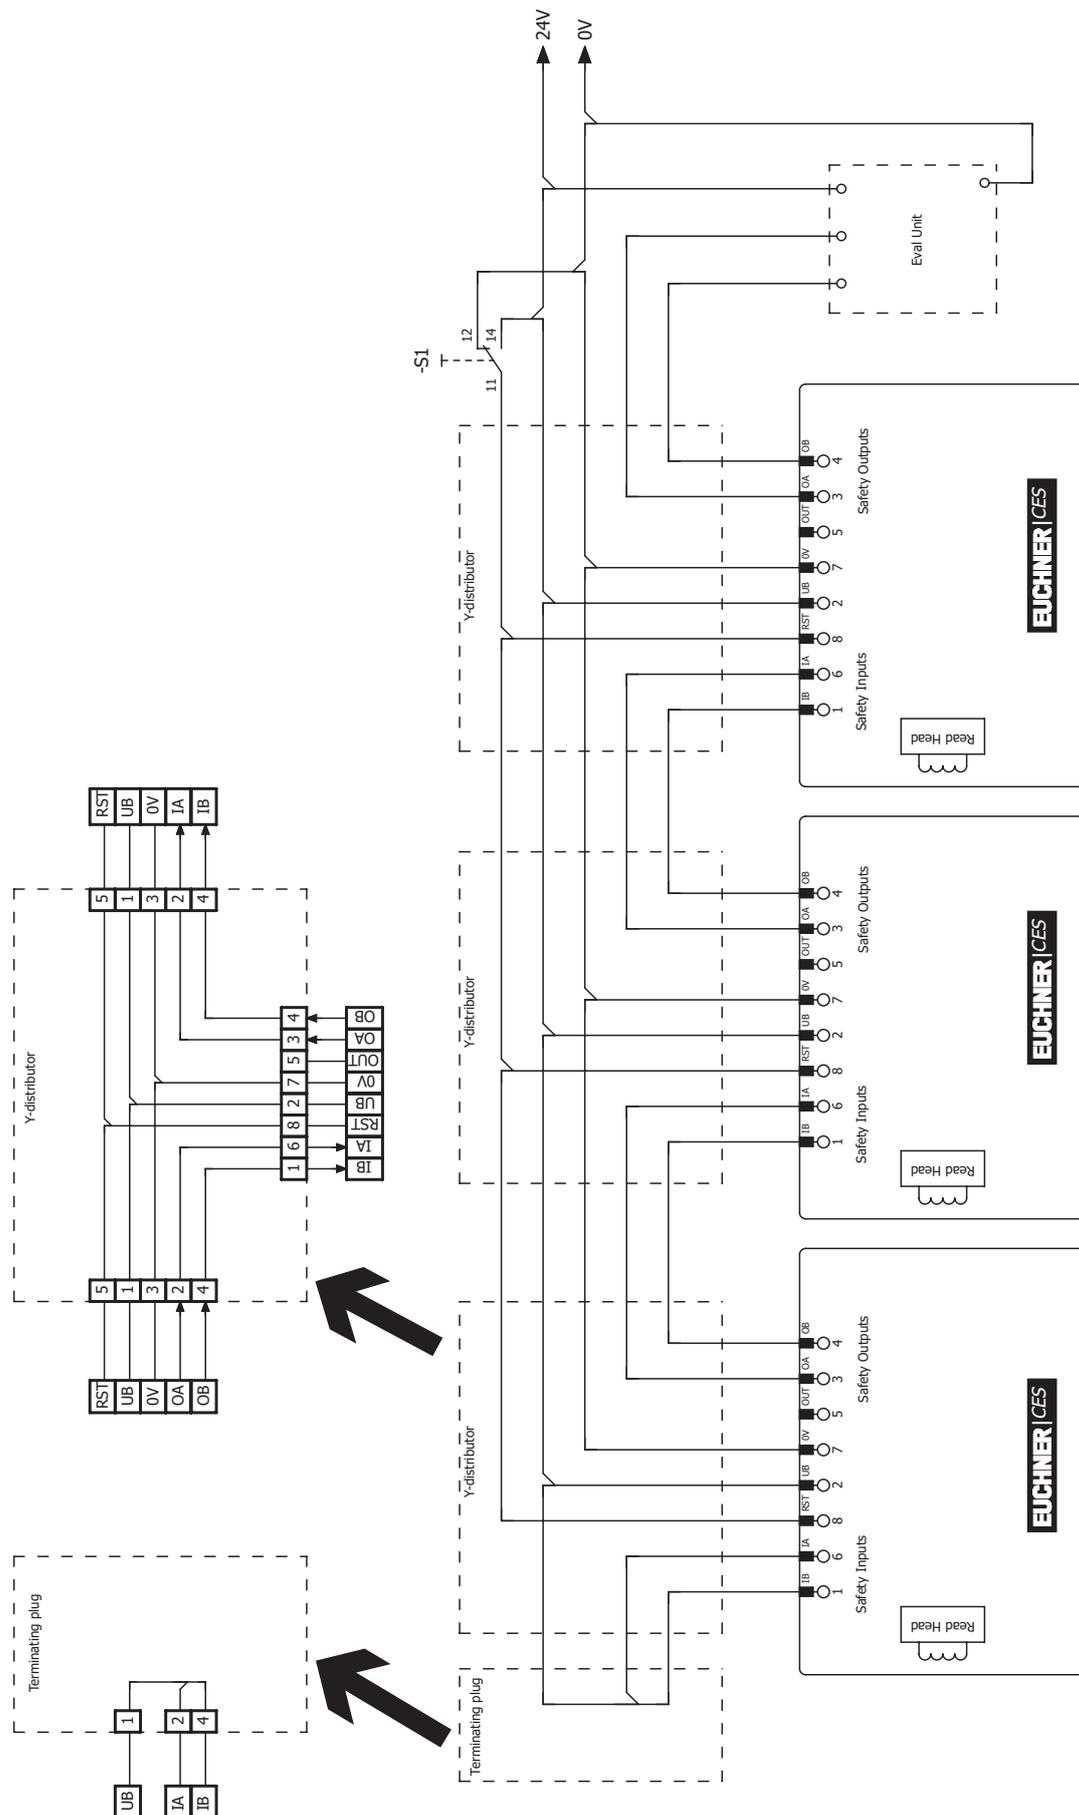

Figure 4 : Exemple de raccordement pour montage en série avec réinitialisation et inverseur
- › Il faut utiliser un signal commun pour tous les interrupteurs en série. Cela peut être un inverseur ou encore la sortie d'une commande / d'un automate. Un bouton ne convient pas car la réinitialisation en cours de fonctionnement doit toujours être sur GND (voir l'interrupteur S1 sur la *Figure 4 à la page 19*).
Pour que cela soit possible, l'entrée RST doit être connectée comme indiqué sur la *Figure 4* à la page 19.